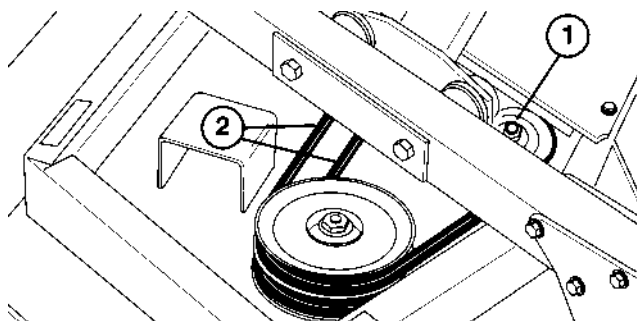

Figure 65
2. Pour tendre les courroies, desserrer le contre-écrou à rebord en haut de la poulie de tension (Fig. 65). Faire glisser la poulie de tension contre la courroie jusqu'à ce que la tension correcte soit obtenue. Maintenir la poulie de tension en position et serrer le contre-écrou.
3. Enlever les vis à épaulement qui fixent la plaque du réducteur à l'unité. Pour séparer la plaque et l'ensemble moteur d'entraînement de l'unité, tourner l'extrémité de la plaque vers le groupe de déplacement (Fig. 65). Incliner la plaque, l'ensemble moteur et poulie sur le côté et les déposer de l'unité. Veiller à ne pas plier, tordre, couder ou endommager les conduits hydrauliques flexibles.
2. Déposer les capots de l'unité et détendre toutes les courroies (Fig. 65).